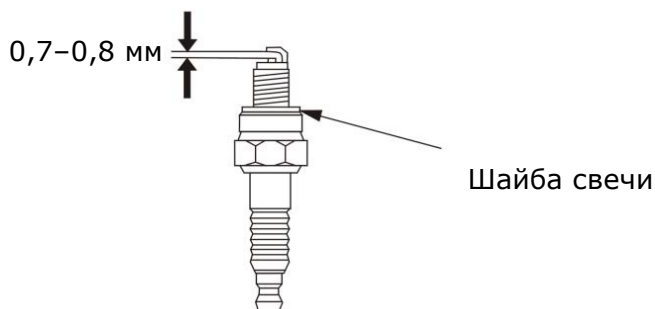

Рисунок 4
- Проверьте зазор между электродами, он должен составлять 0,7 – 0,8 мм (Рисунок 4)